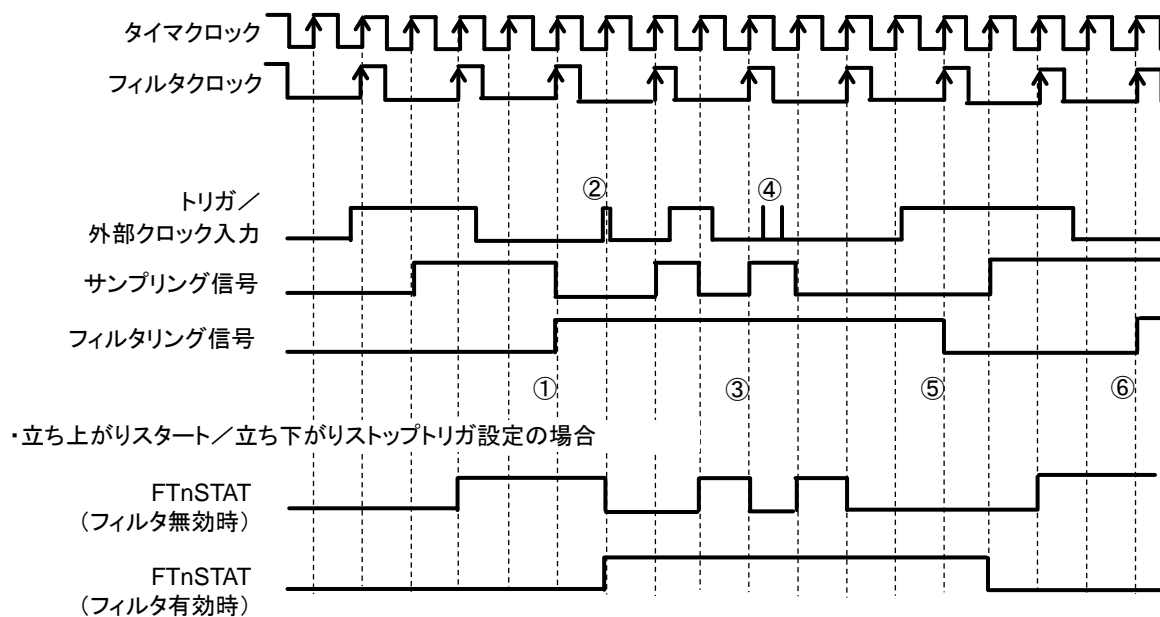

図 9-16 ノイズフィルタ機能
図 9-16 に FTnTRF2-0 を“001”に設定したタイミングチャート例を示します。この場合、フィルタクロックはタイマクロック 2 クロックで生成され、確実に受け付けるパルス幅はタイマクロック 4 クロック、確実に除去するパルスは 2 クロックです。図中のフィルタリング信号のタイミング①⑤⑥では、それぞれフィルタクロック 2 クロック分、イベントトリガ／外部クロックの同じレベルが続いたため、そのイベントトリガ／外部クロックを有効なパルスとして認識し、レベルが更新されています。
③のタイミングでは、フィルタクロックのタイミングで同じレベルが 2 クロック続いているますが、その間でレベルが変化しているためノイズとして除去されています。